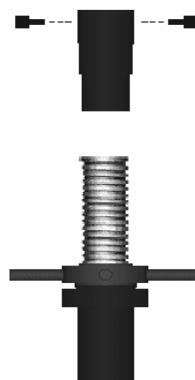

Abbildung 7-2 Entfernen des Spindelschutzes
1. Entfernen Sie den Spindelschutz, wie *Abbildung 7-2* zeigt.